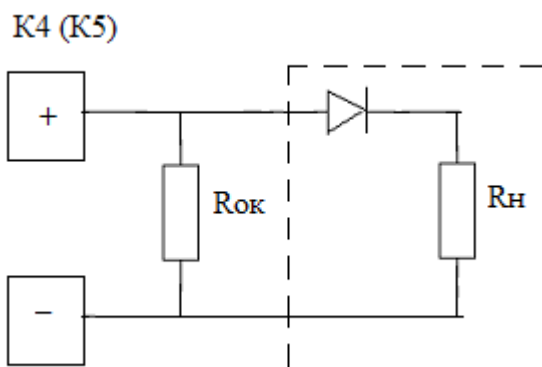

Рисунок 4.1
4.2.5 Нагрузку к контролируемым выходам 4 и 5 следует подключать по схеме (см. рис.4.1). Оконечный резистор – $4,7\text{кОм} \pm 5\% - 0,5\text{Вт}$. Если подключаемая нагрузка не имеет встроенного диода, следует использовать внешний диод, например **1N5400** или аналогичный.